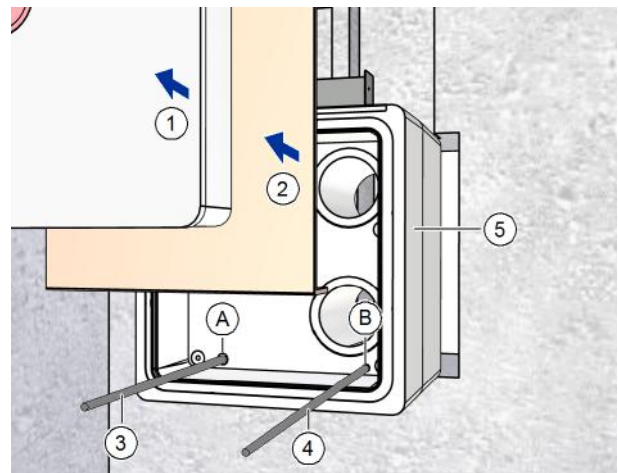

Abb. 14: Mauerkasten einsetzen
- ▶ Entfernen Sie den Putzschutzdeckel (Pos. 1 in Abb. 14) und die Kartoneinlage (Pos. 2 in Abb. 14) vom Mauerkasten (Pos. 5 in Abb. 14).
- ▶ Fädeln Sie das Netzkabel (Pos. 3 in Abb. 14) durch die Bohrung A (Pos. A in Abb. 14).
- ▶ Durchstoßen Sie ggf. mit einem Schraubendreher die verschlossene Bohrung B (Pos. B in Abb. 14).
- ▶ Fädeln Sie ggf. das Steuerkabel (Pos. 4 in Abb. 14) durch die Bohrung B (Pos. B in Abb. 14).
- ▶ Schieben Sie den Mauerkasten (Pos. 5 in Abb. 14) vollständig in den Mauerdurchbruch.